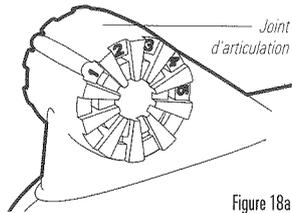
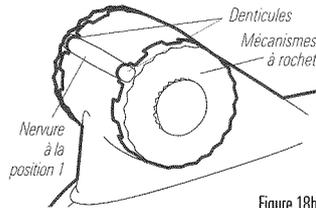
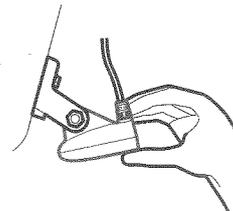
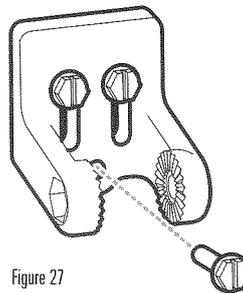

Figure 18a
Figure 18b
Figure 21
Figure 27
- Placez les deux mécanismes à rochet de chaque côté du joint d'articulation du transducteur, de façon à ce que les denticules de chaque mécanisme à rochet s'alignent à la position numérotée voulue du joint d'articulation (Figure 18a). Si vous réglez les mécanismes à rochet à la position 1, les denticules de chaque mécanisme à rochet s'aligneront avec la nervure du joint d'articulation du transducteur pour former une ligne continue dans l'assemblage (Figure 18b).
- Réglez l'angle initial du transducteur d'arrière en avant en le faisant pivoter, un clic à la fois, dans une direction ou l'autre, jusqu'à ce que la ligne de joint latérale du transducteur soit presque parallèle avec le fond du bateau. (Figure 21, 22)
Si vous n'obtenez toujours pas de bons résultats à grande vitesse, vous pourriez avoir à démonter l'ensemble transducteur et à repositionner les mécanismes à rochet. (Figures 18a à 18d)
8. Remplacez le support du transducteur sur le tableau arrière du bateau, puis serrez les vis de montage à la main. Assurez-vous que l'emplacement du transducteur n'a pas changé, puis serrez complètement les trois vis de montage (Figure 27). Serrez la vis à la main seulement! Ré-installez le transducteur sur le support de montage, en vous assurant de monter les rochets à la position qu'ils avaient au préalable. (Voir Figures 18a - 18d et Figure 21 - 22) Si vous avez suivi les procédures précédentes correctement, le transducteur devrait être de niveau et à la bonne hauteur pour assurer son fonctionnement optimal.